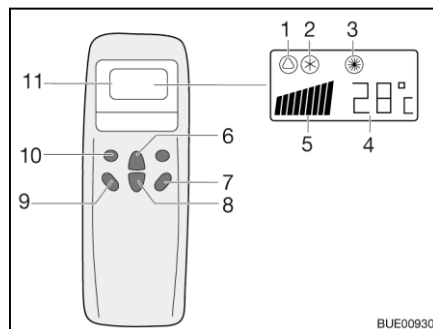
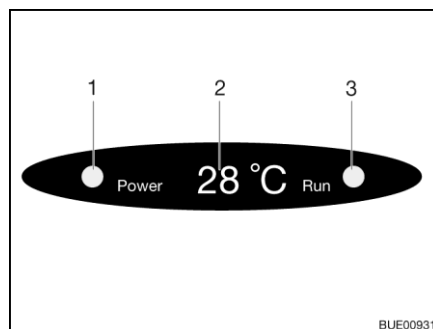

Bild 168 Fjärrstyrning
Bild 169 Diffusörens display
- Tryck på knappen "ON/OFF" (Bild 168,7).
- Tryck så många gånger på knappen "Mode" (Bild 168,10) tills önskad driftsläget (Bild 168,1, 2 eller 3) visas på displayen. Motsvarande kontrollampa tänds på diffusörens display (Bild 169,3).
- Ställ in önskad temperatur med knappen Temperaturökning (Bild 168,6) eller Temperatursänkning (Bild 168,8).
- Med knappen Fläktvarvtal (Bild 168,9) väljs önskad fläkthastighet.